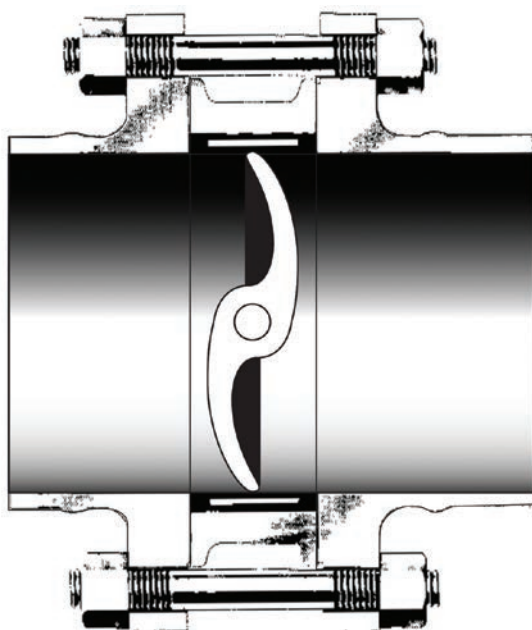

Рисунок 2
3. Используйте плоские или выступающие приваренные встык фланцы с внутренним диаметром, равным внутреннему диаметру трубопровода. Если клапан снабжен эластомерным вкладышем, внутренний диаметр фланца равен внутреннему диаметру вкладыша и присоединительная поверхность фланца должна полностью закрывать присоединительные поверхности вкладыша (см. рисунок 2).